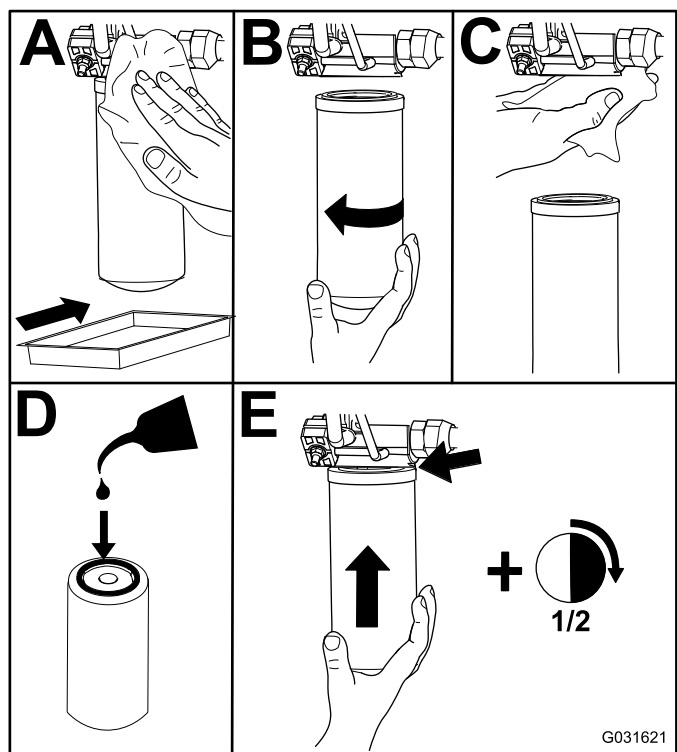

Figura 123
2. Sustituya el filtro hidráulico de carga en el compartimento de elevación hidráulico, tal y como se muestra en la Figura 123.
4. Sustituya el filtro de retorno a la derecha de la máquina (Figura 123).